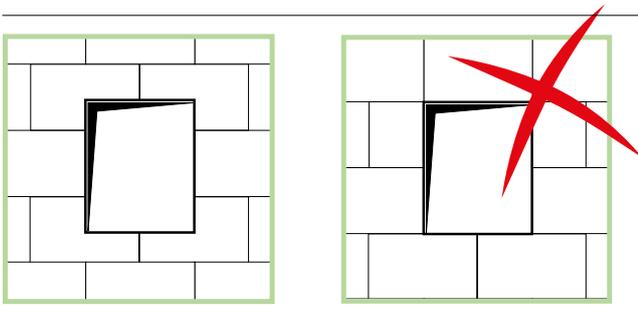

Abb. 5 Fenster-Türöffnungen mit Ausklinkung
- Um Rissbildungen an Öffnungsecken zu vermeiden dürfen keine Plattenstöße an Öffnungsecken ausgeführt werden (Abb. 5)